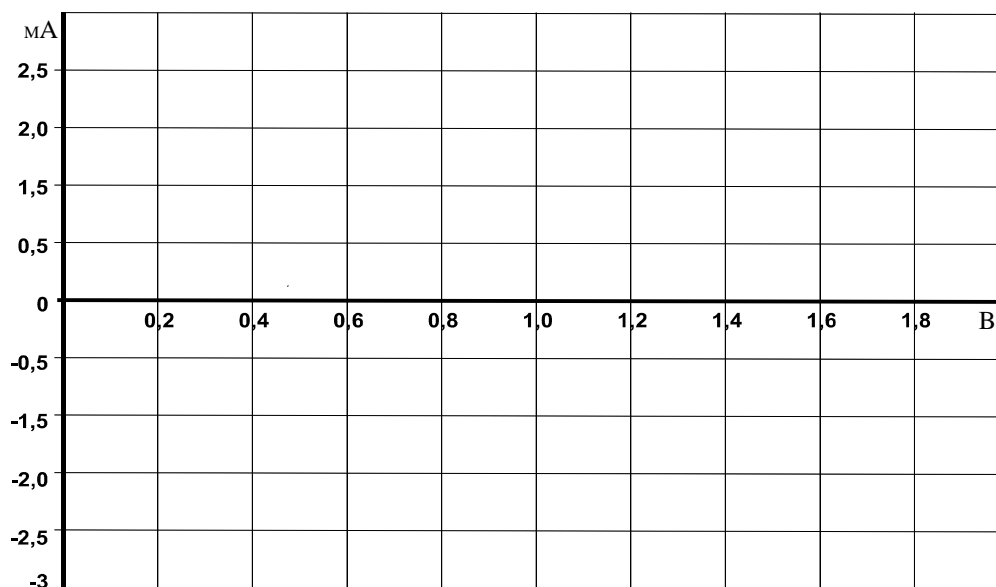

Рисунок 9
3.3. На рис. 9 постройте графики  $I_{У}(U_{УК})$  при увеличении и уменьшении напряжения. На графике отметьте напряжения  $U_{ОТП}$  и ток  $I_{ОТП}$ .